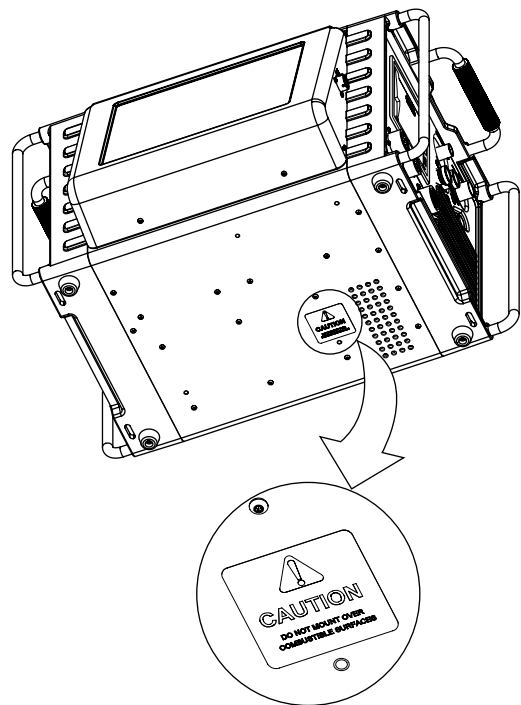

图 1 — M200 电源安装注意标签
- 切勿将 M200 电源置于可燃表面上。参见 M200 电源底部的标签（图 1）。